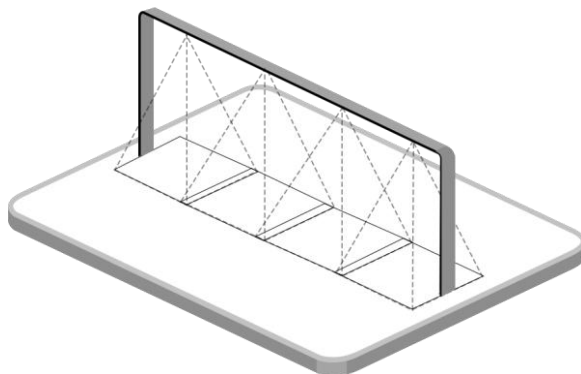

图 1
**1 个大出入口：**多台设备需相邻安装，设备间的视野范围边缘需相互重叠，参考图 1。